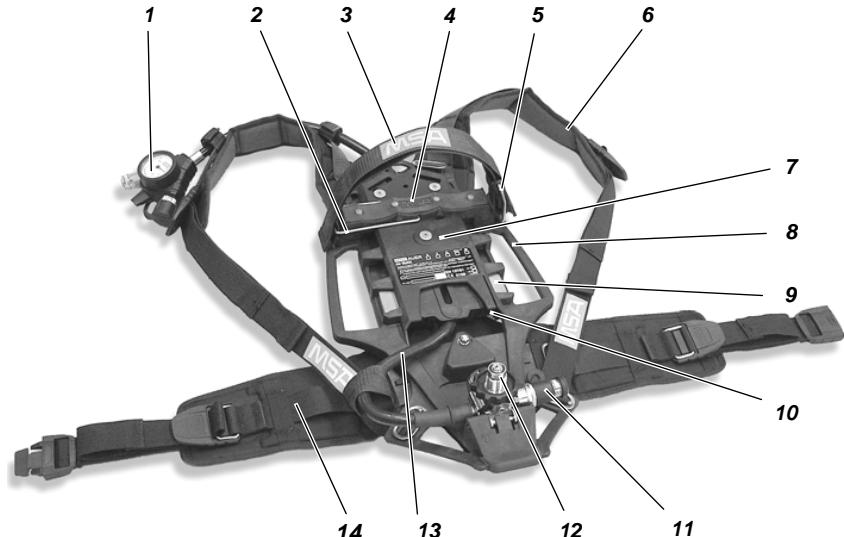

Bild 1 AirMaxx SL tryckluftsapparat
- (1) Placera tryckluftsapparaten horisontellt så att baksidan är överst (se Bild 1).
- (2) För delningsbeslaget (2) till ett horisontellt läge mitt emot spänklämmen (5) tills det fastnar.
- (3) Kontrollera att packningen på reduceringsventilen (12) fungerar ordentligt.
- (1) Lägg ned tryckluftsapparaten i horisontellt läge så att baksidan är överst (se Bild 1).
- (2) Vrid delningsbeslaget (2) till vertikalt läge tills det fastnar.
- (3) Om det inte finns något T-stycke anslutet till reduceringsventilen (12) skall packningarna på reduceringsventilen och T-stycket kontrolleras, och T-stycket skruvas i löst.